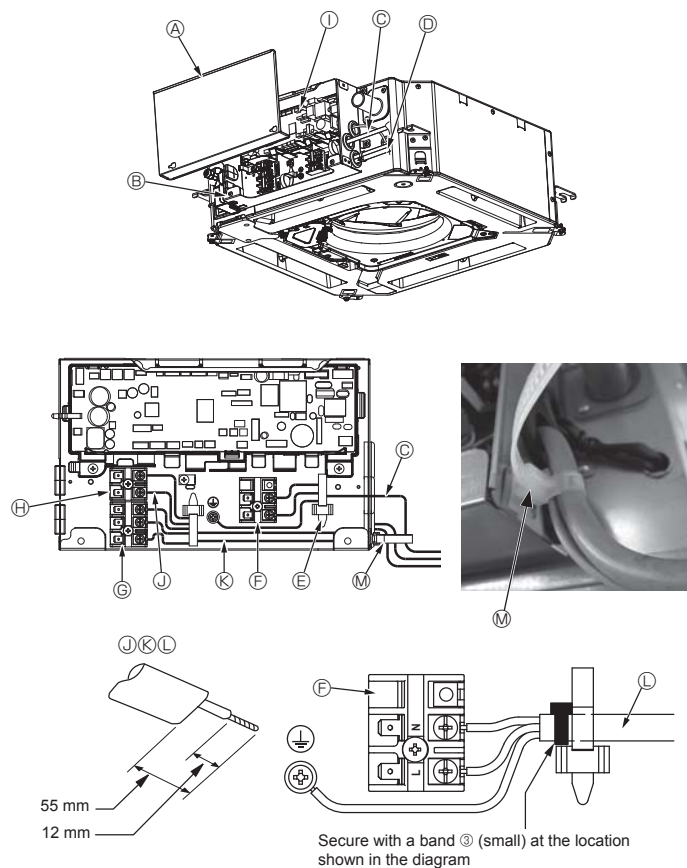
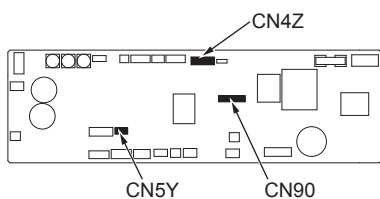
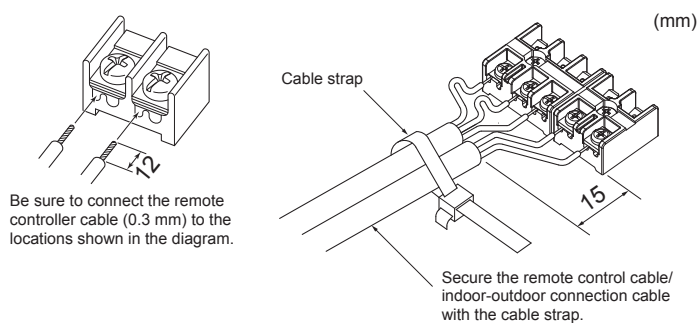

Fig. 5-1
Fig. 5-2
Fig. 5-3
5.1. Indoor unit (Fig. 5-1, Fig. 5-2, Fig. 5-3)